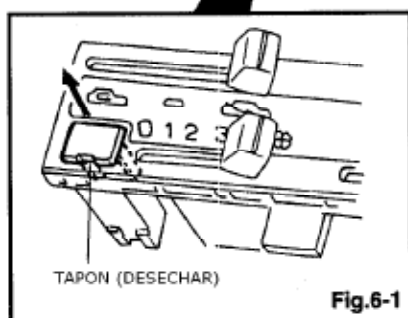

Fig.6-1
1. Quitar el tapón (desechar), (fig.6-1).